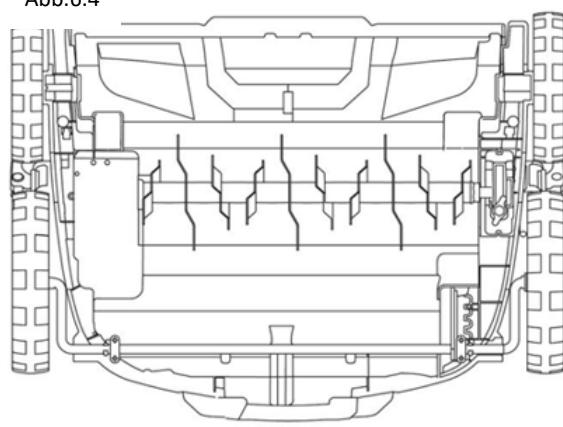

Abb.6.5
44. Utilisation d'un rouleau aérateur (Fig. 6.5)
- Installez le système de pales de ventilateur en inversant le processus de retrait du système de pales de scarification (Fig. 6.5).